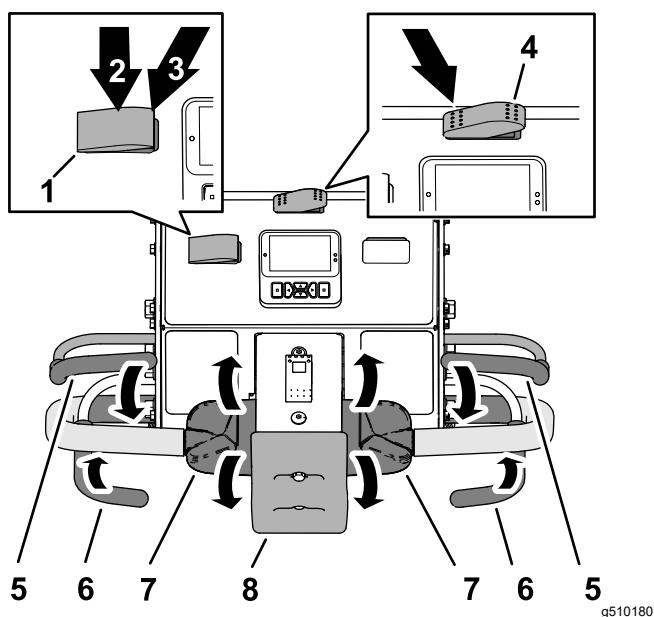

Figura 75
1. Apăsai comutatorul de transport/aerare în poziia AERARE (Figura 75).